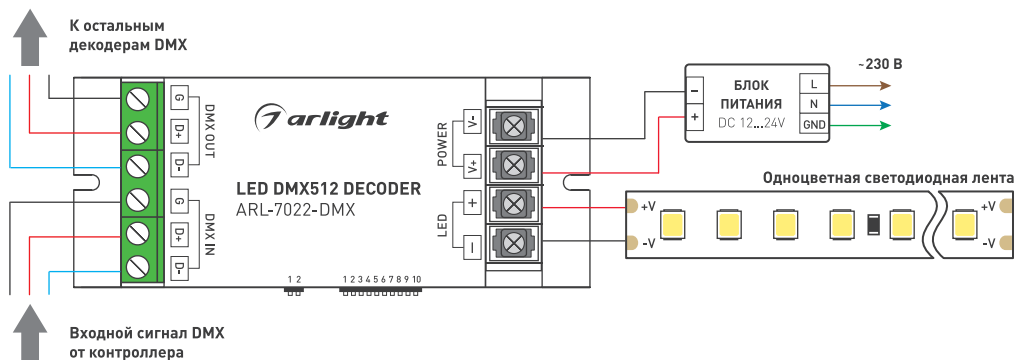

Рисунок 1. Схема подключения декодера
3.4. Подключите провода от DMX-контроллера ко входу DMX IN (см. рис. 1), соблюдая полярность. Соблюдение полярности обязательно, в противном случае управление декодером не будет осуществляться.
3.5. Подключите выход блока питания ко входу POWER декодера (см. рис. 1), соблюдая полярность.